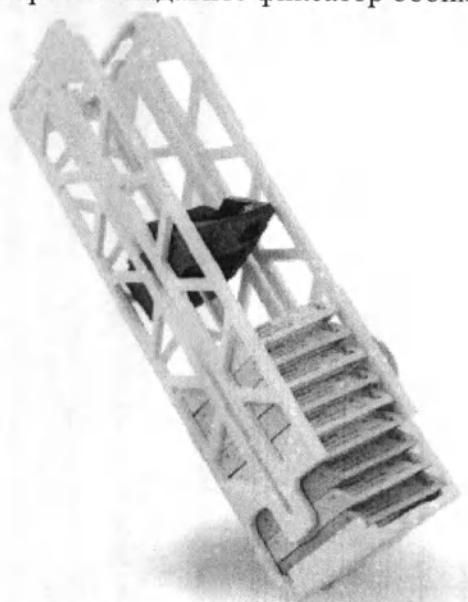

Рисунок 3F
2. Осторожно надавите фиксатор обоймы для закрепления кассет (рис. 3F).